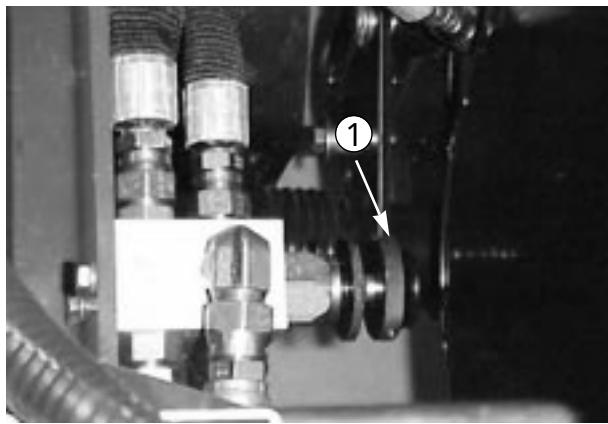

図63
1. 調整バルブ（図63）はフードを開けて機体の左後ろ側面にある。